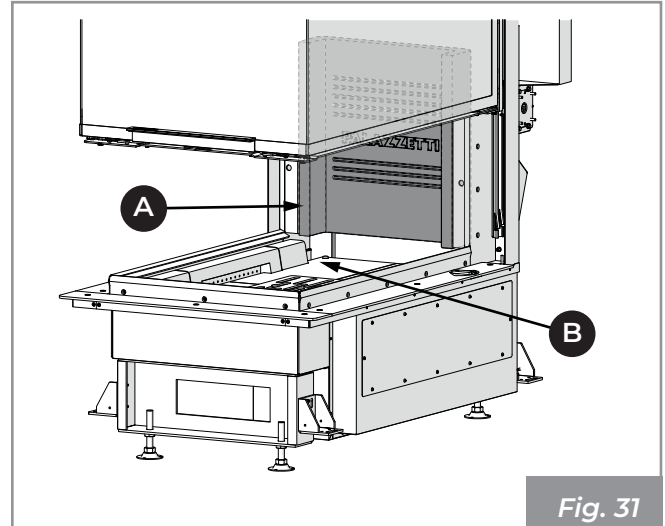

Fig. 31
- 1) Apoyar el espaldar en refractario (A) a la pared del Ecomonoblocco y hacerlo deslizar delicadamente en posición, centrándolo con las protuberancias (B) presentes en la base en refractario (Fig. 31).